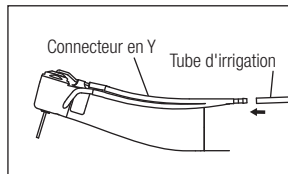

Fig. 9
- 2) Raccordez fermement le tube d'irrigation au connecteur en Y. (Fig.9)